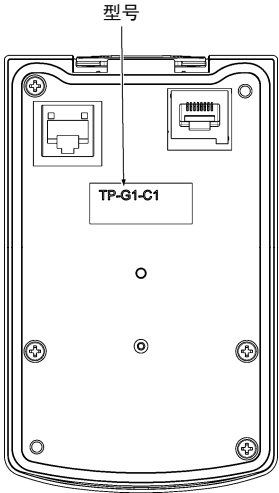

图 1.1 多功能操作面板的背面
- (1) 请确认多功能操作面板以及使用说明书（本书）是否在内。
- (2) 请确认产品有无破损、凹陷以及部件脱落等运送中所造成的损伤。
- (3) 请确认多功能操作面板的背面是否刻有型号（TP-G1-C1）。（图 1.1）